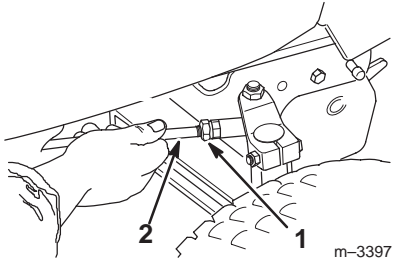

Figure 48
1. Desserrez les écrous de blocage aux extrémités des tringles de direction (Fig. 48).